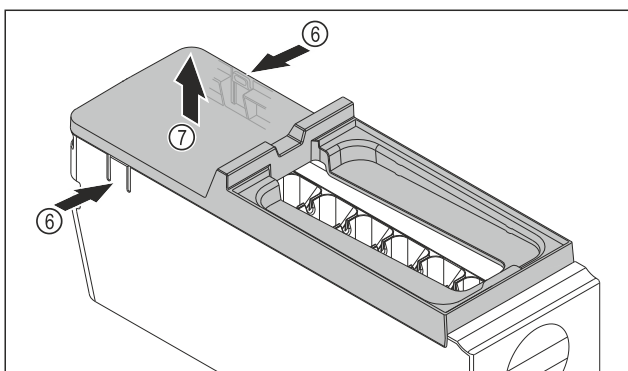

Fig. 137
- ▶ EasyTwist-Ice'i korpuse kate väljavõtmine: Vajutage ühe käega aasu Fig. 137 (6) EasyTwist-Ice'i korpuse mõlemal küljel.
- ▶ Võtke kate Fig. 137 (7) teise käega ülespoole välja.